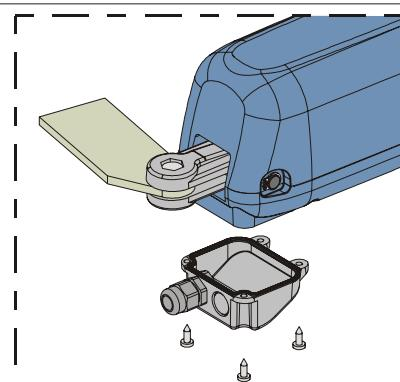

Fig. 16
- 4) Sluit het deksel met de vier bijgeleverde schroeven, fig.16.